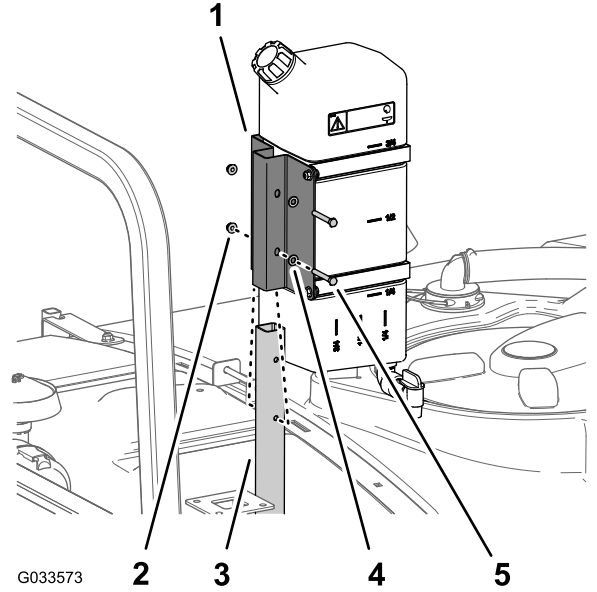

图 47
1. 如图 47所示组装清水箱并用 2 个螺栓5/16 x 2-1/4 英寸和 2 个凸缘锁紧螺母5/16 英寸安装到支撑管上。